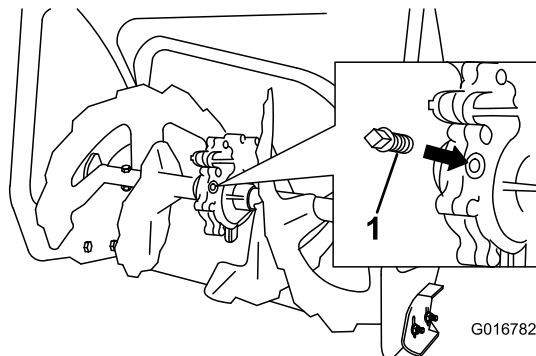

Figure 30
2. Nettoyez la surface autour du bouchon de tuyau (Figure 30).